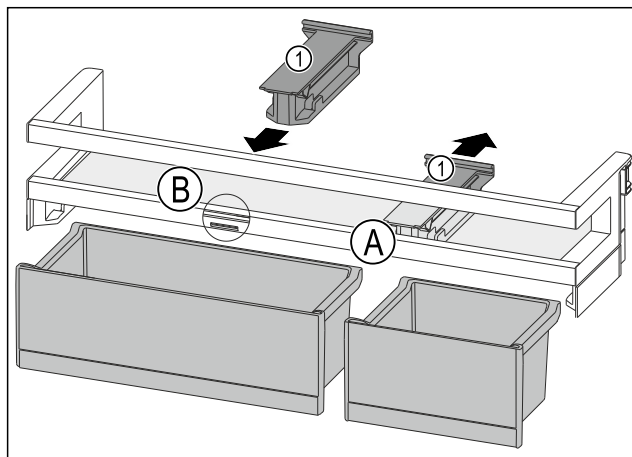

Fig. 142
- Tirare l'elemento di tenuta Fig. 142 (1) all'indietro per portarlo in posizione Fig. 142 (A).
- Inserire l'elemento di tenuta Fig. 142 (1) in posizione Fig. 142 (B).